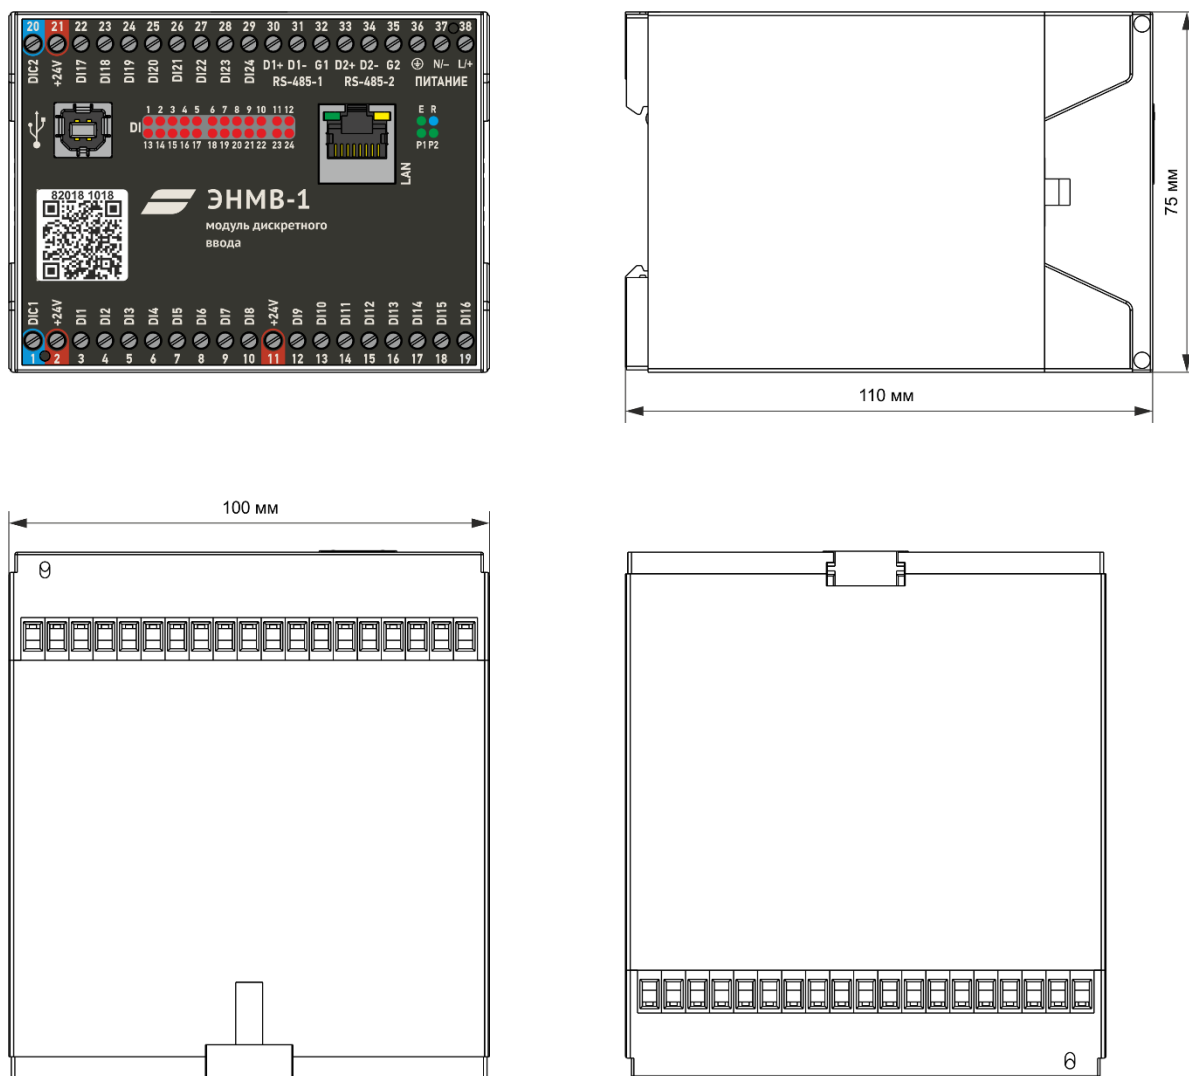

Рисунок 1.2. Габаритные размеры ЭНМВ-1-24/0..., ЭНМВ-1-0/22..., ЭНМВ-1-0/20..., ЭНМВ-1-16/6..., ЭНМВ-1-16/3R..., ЭНМВ-1-8X8/0..., ЭНМВ-1-8P2T/0...
1.3.5 Габаритные размеры ЭНМВ-1-24/0, ЭНМВ-1-0/22, ЭНМВ-1-0/20, ЭНМВ-1-16/6, ЭНМВ-1-16/3R, ЭНМВ-1-8X8/0, ЭНМВ-1-8P2T/0 приведены на рис. 1.2.